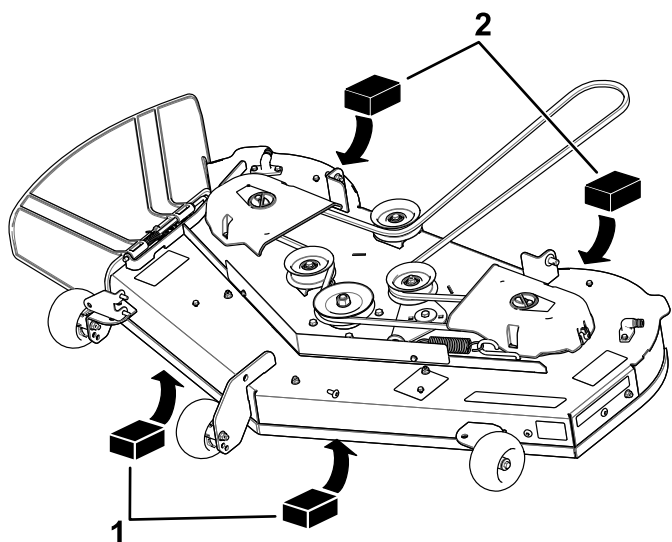

Figure 59
4. Placez deux cales de 6,6 cm (2 5/8 po) d'épaisseur chacune sous chaque côté du bord avant du tablier de coupe, mais pas sous les supports des galets anti-scalp (Figure 59).
5. Placez deux cales de 7,3 cm (2 7/8 po) d'épaisseur chacune sous le bord arrière de la jupe du tablier de coupe, une de chaque côté (Figure 59).